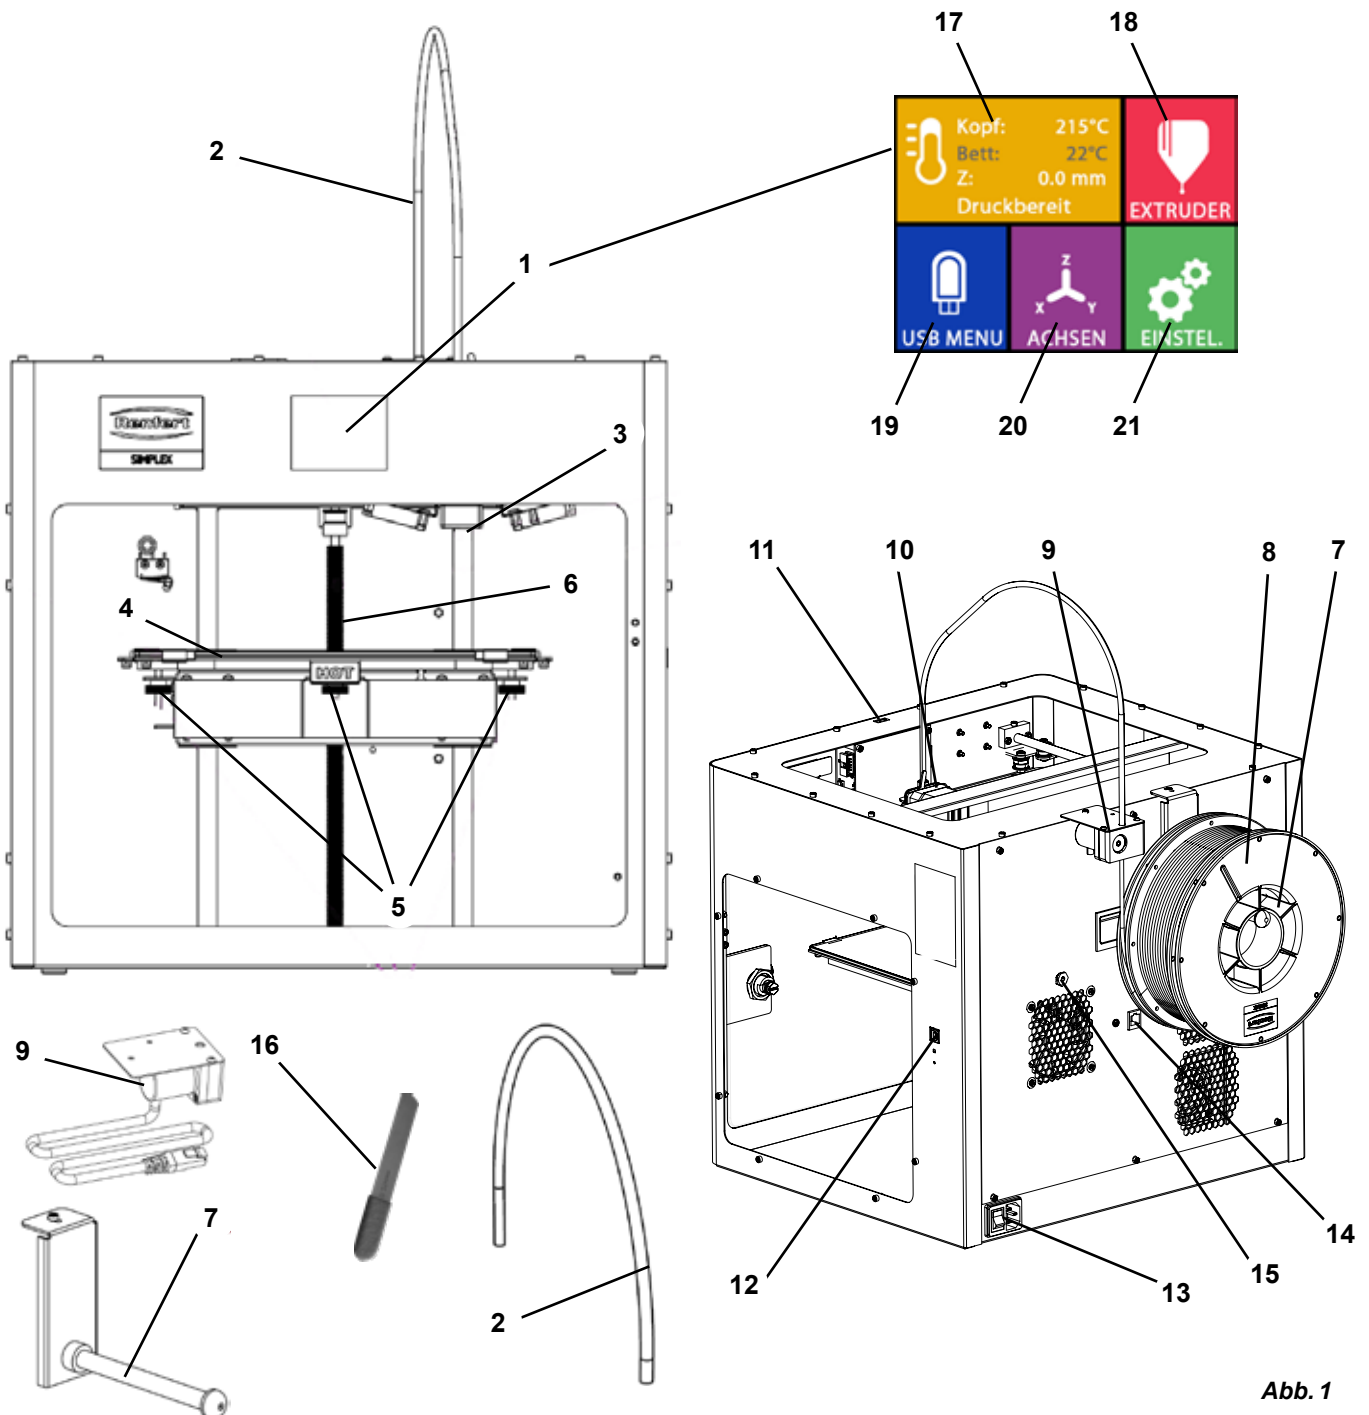

Abb. 1
- ⇒ Schalten Sie das Gerät mit dem Ein-/Aus-Schalter (13, Abb. 1) auf der Rückseite des Gerätes ein.